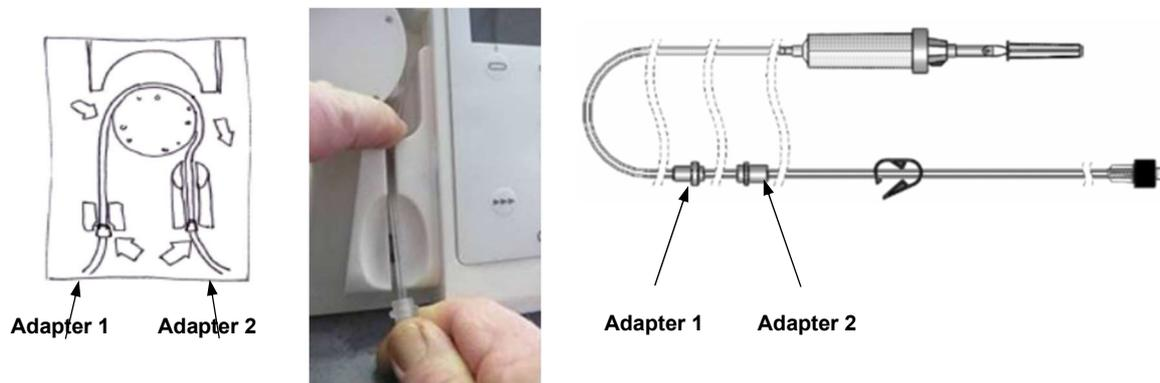

Abbildung 13: Qiona® Tube einlegen
2. Nehmen Sie Adapter 2 und legen den Schlauch über den Rotor der **Qiona®**. Drücken Sie den Schlauch mit dem linken Zeigefinger, hinter dem Rotor nach unten (siehe *Abbildung 13*). Gleichzeitig ziehen Sie mit der rechten Hand, in welcher Sie den Adapter 2 halten, den Schlauch durch den rechten Schlitz in die Adapteraufnahme 2.